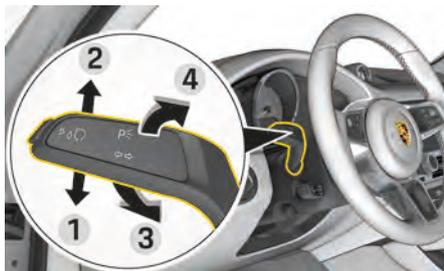

図.111 方向指示灯、ハイビーム、およびヘッドライトパッシングの操作
- ▶ 抵抗を感じる位置1または2(図.111)を超えるまでレバーを押してください。方向指示灯は、操作レバーを手動で初期位置に戻すか、ステアリングホイールを回したときに自動的に初期位置に戻るまで、作動したままになります。
1. 抵抗を感じる位置1または2(図.111)までレバーを1度押してください。
- ▶ 操作レバーを3(図.111)の位置に1度押します。
- ▶ 操作レバーを4(図.111)の位置に1度引きます。
- ▶ 抵抗を感じる位置 3(図. 111) までレバーを 1 度押ししてください。
- ▶ 抵抗を感じる位置 4(図. 111) までレバーを 1 度押ししてください。
- ▶ 抵抗を感じる位置 3(図. 111) までレバーを 2 度押ししてください。
- ▶ 抵抗を感じる位置 4(図. 111) までレバーを短く 1 度押ししてください。
- ▶ 抵抗を感じる位置 2 または 1(図. 111) を超えるまで操作レバーを押すと、右または左のパーキング ライトが点灯します。